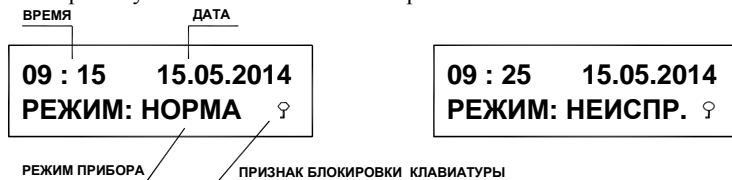

Рис.1.2.1. Примеры индикации при отсутствии не квартированных событий.
1.2.12 Примеры индикации режимов пульта приведены на рис. 1.2.1. Такая индикация осуществляется при отсутствии в системе неквартированных событий.